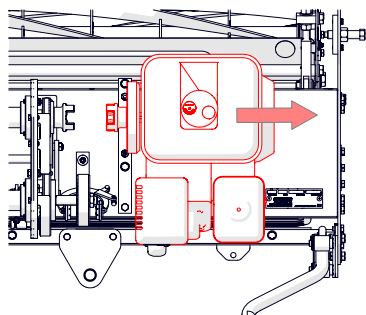

Fig. 15C - Far scivolare il motore allontanandolo dal giunto.
4. Verificare che il tappo del serbatoio del carburante e quello dell'olio motore siano ben fissati in posizione. Far scivolare il motore verso il lato destro della macchina e rimuoverlo lateralmente in modo sicuro (Fig. 15C).